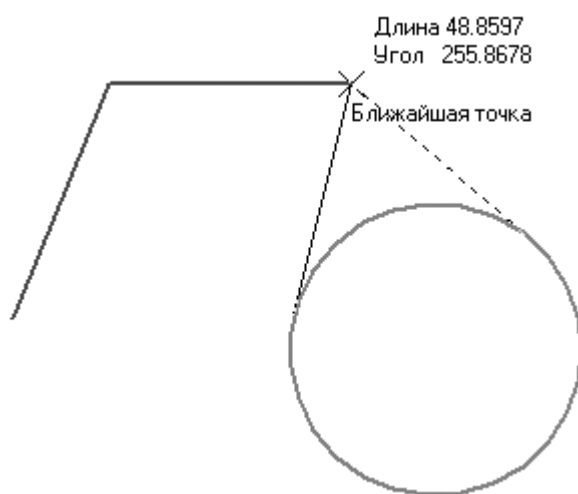

Рис. 2.8. Построение касательного отрезка
2. Выберите инструмент Касательный отрезок через внешнюю точку. Обратите внимание, что в строке подсказок внизу окна отобразилась фраза Укажите кривую для построения касательного отрезка. Подведите указатель к построенной окружности (она при этом подсветится красным цветом) и щелкните на ней. После этого необходимо указать начальную точку отрезка. Пусть ею будет конечная точка второго отрезка, созданного до этого на чертеже (рис. 2.8).
3. Как видите, из указанной точки к окружности можно построить два касательных отрезка. Если сейчас завершить команду, нажав кнопку Создать объект или сочетание клавиш Ctrl+Enter, то будет создан отрезок, фантом которого изображен сплошной тонкой линией. Чтобы переключиться на другой вариант касательного отрезка (на рис. 2.8 показан пунктирной линией), нужно воспользоваться кнопками Следующий объект >> или Предыдущий объект << на панели специального управления. Всегда применяйте эти кнопки, если система предлагает несколько вариантов построения одного и того же объекта, отображаемых пунктирной линией.